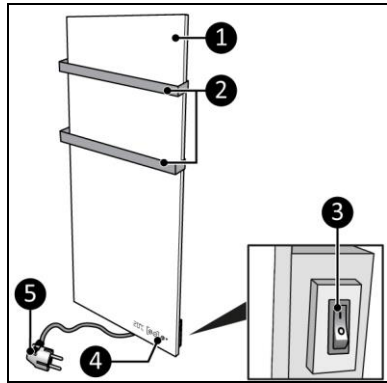
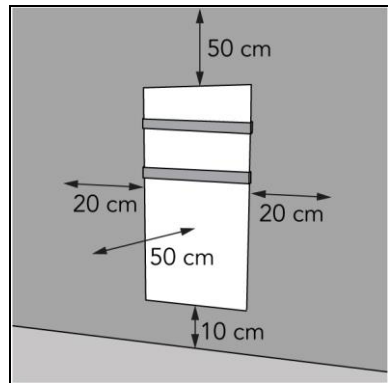

Abbildung 4
Abbildung 6
Die Sani Wi-Fi (Abbildung 4) ist eine einfach zu bedienende elektrische Badezimmerheizung für den Einsatz in Zone 3 des Badezimmers (Abbildung 6). Die Sani Wi-Fi kann mit der Eurom Smart App verwendet werden.
2. Stellen Sie das Gerät mit einem Mindestabstand (Abbildung 6) von: